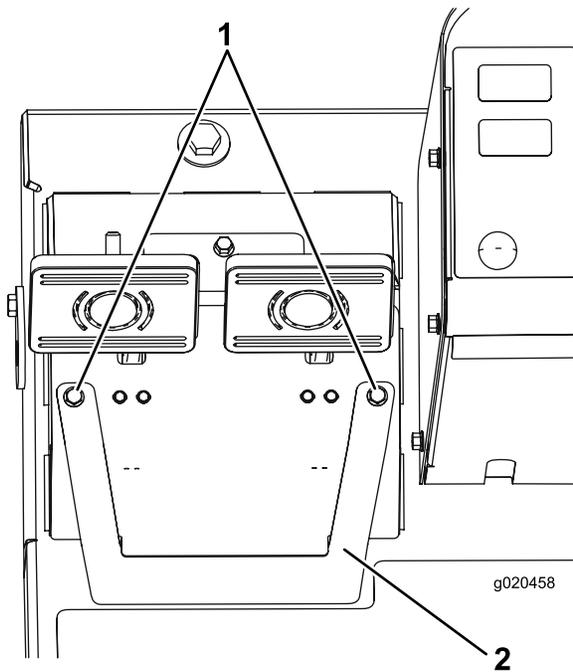

Рисунок 93
- A. Ослабьте 2 крепежных винта и снимите крышку регулировки тормоза (Рисунок 93).